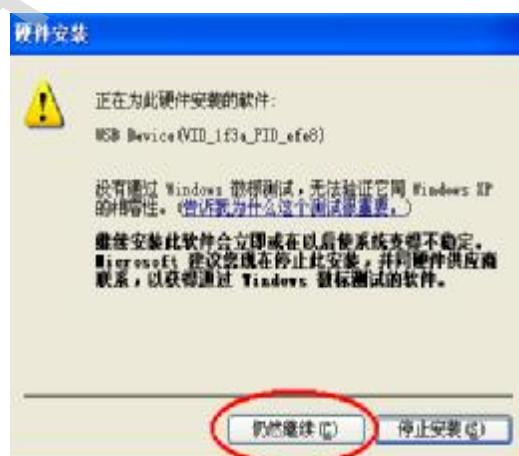

图 1.3
注意：在运行安装过程中可能会出现如图 1.3 所示，请选 仍然继续 (C)。